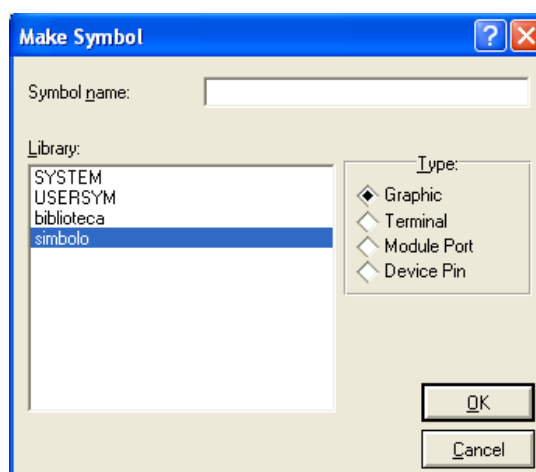

Figura 49: Janela **Make Symbol**.
15. Para salvá-lo como símbolo na biblioteca. Selecione o símbolo, clique sobre ele com o botão direito. Escolha a opção **Make Symbol**. Isto abrirá a janela **Make Symbol**, conforme figura 49.